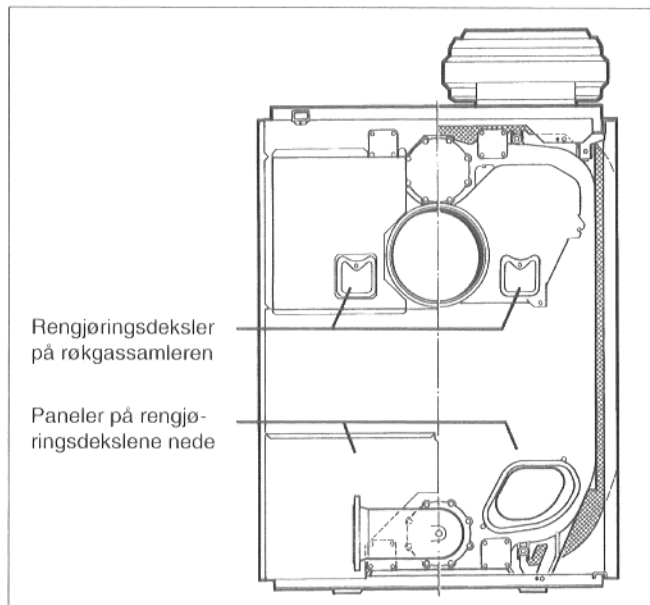

Fig. 61
- Rengjøringsdekslet på røkgassamleren åpnes (fig. 61).
- Panelene til rengjøringsdekslene nede bak henges ut av sideveggene og rengjøringsdekslene tas av (fig. 61).